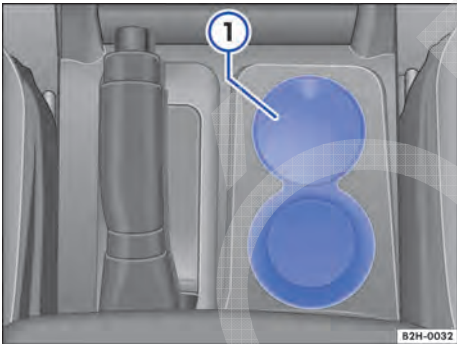

Fig. 94 No console central dianteiro: cinzeiro ①.
Para *abrir*, rebater a tampa do cinzeiro ⇒ Fig. 94 ① para fora.